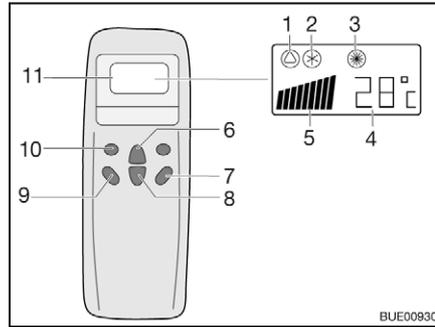
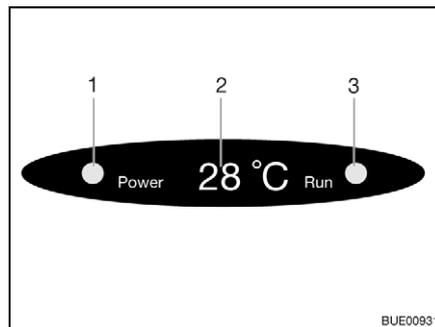

Fig. 182 Telecomando
Fig. 183 Display su diffusore
- Premere il tasto "ON/OFF" (Fig. 182,7).
- Premere il tasto "Mode" (Fig. 182,10) spesso, finché la modalità desiderata (Fig. 182,1, 2 o 3) viene visualizzata sul display. La spia di controllo relativa sul display sul diffusore (Fig. 183,3) si accende.
- Con i tasti di aumento della temperatura (Fig. 182,6) o di riduzione della temperatura (Fig. 182,8) regolare la temperatura desiderata.
- Con il tasto numero di giri ventola (Fig. 182,9) selezionare il livello desiderato per la ventola.